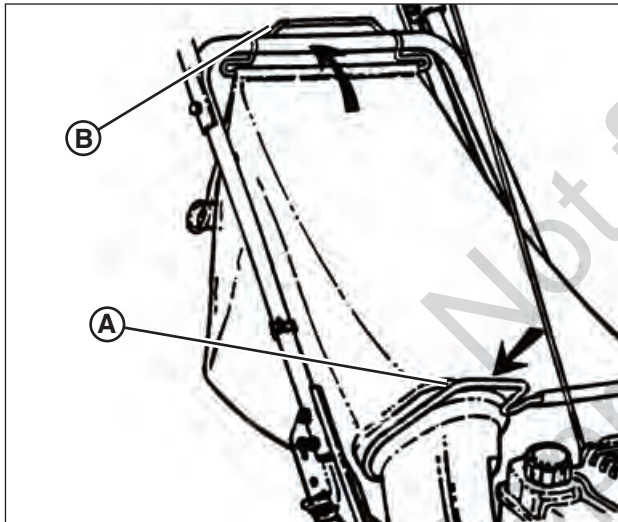

Figure 12: Installation du sac à herbe
2. Posez le sac à herbe en glissant le connecteur (A, Figure 12) par-dessus la bride de l'adaptateur.
3. Fixez les crochets du sac à herbe (B) par-dessus la barre transversale mitoyenne.